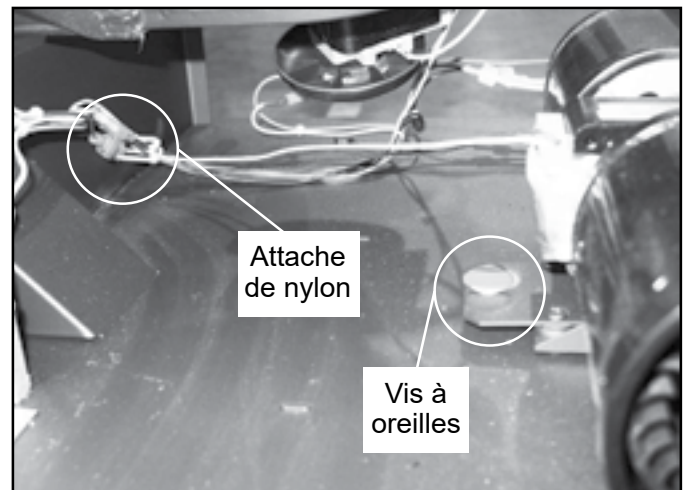
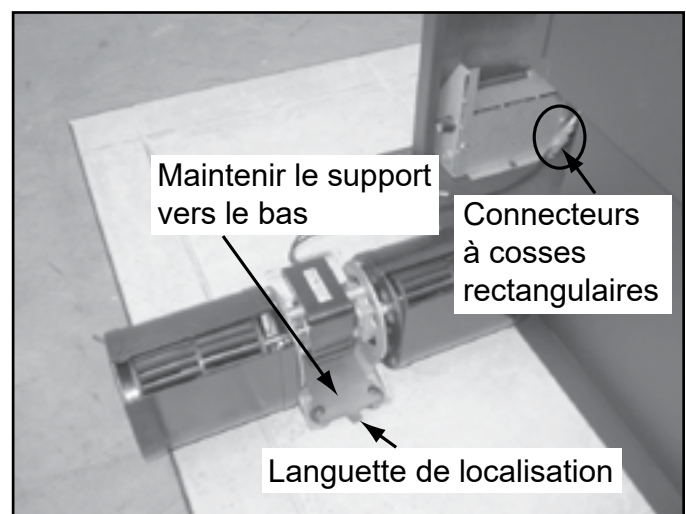

Figure 24.3
Figure 24.4
7. Retirez le boulon à oreilles et déplacez le ventilateur de convection en maintenant le support vers l'arrière de l'appareil pour dégager la languette de localisation (**Figure 24.3**). Tirez sur le ventilateur pour le sortir du plénum de convection. Glissez le ventilateur de convection hors de l'appareil. Débranchez à ce moment, les fils de la cosse rectangulaire (**Figure 24.4**).
8. Retournez les fils dans les attaches de nylon. Assurez-vous de ne toucher aucune pièce mobile ni de toucher à des surfaces pouvant être chaudes (**Figure 24.4**).